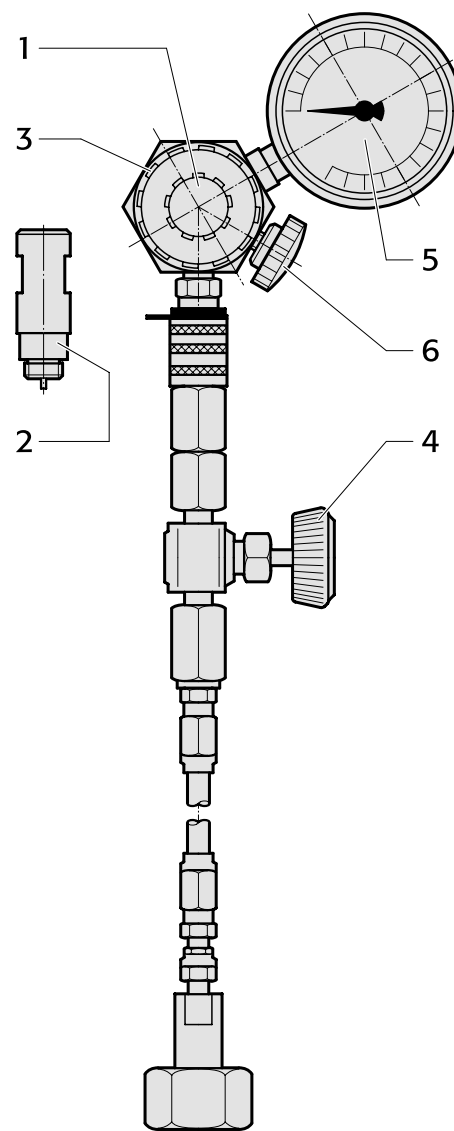

Fig. 16: Dispositivo de llenado y control y manguera de llenado
9.1 Llenado del receptor y del acumulador de presión (Fig. 16)